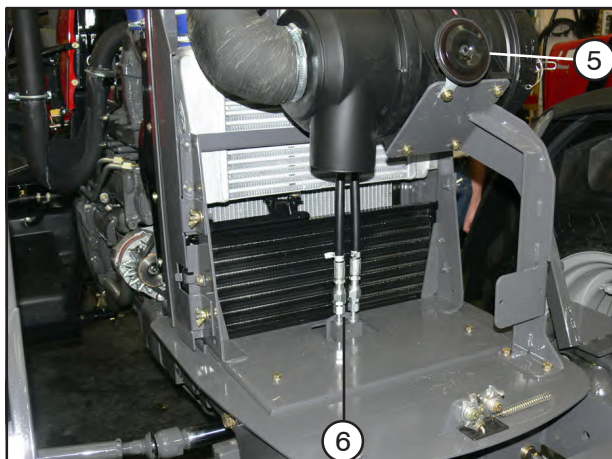

Fig. 4
- e) Desconecte a busina (5), Fig. 4.
- a) Desconecte as mangueiras (6) no cilindro de direção (4x2 e 4x4), Fig. 4 e 5.